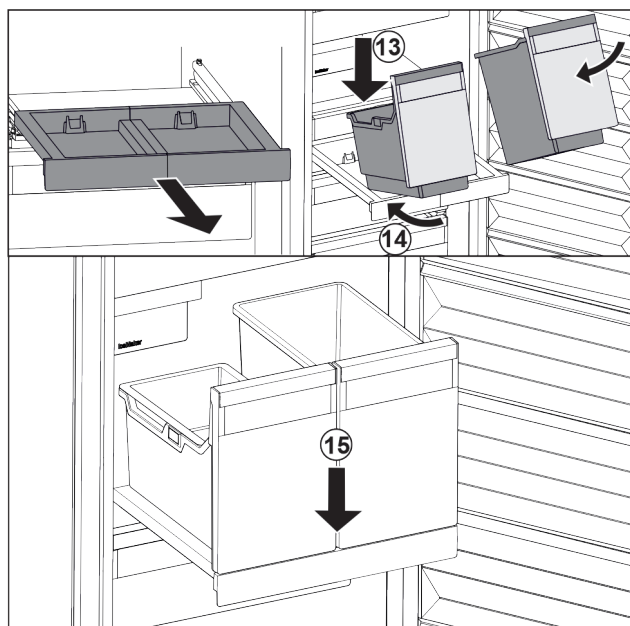

Fig. 197
- Stavite spremnik ukoso na izvlačnu ploču. Fig. 197 (13)
- Gurnite spremnik ukoso prema natrag. Fig. 197 (14)
- Spustite spremnik naprijed. Fig. 197 (15)